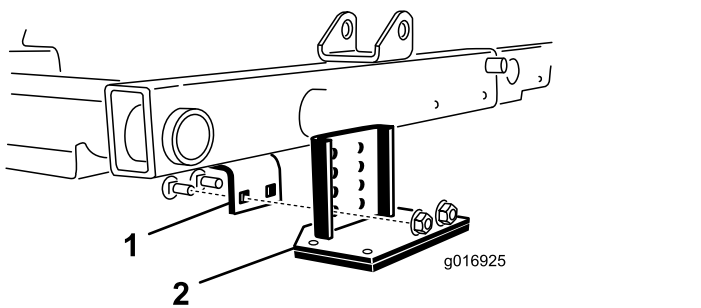

Figura 40
2. Localize o suporte da estrutura acima da unidade de corte central (Figura 40).
3. Enquanto pressiona a roldana dianteira da unidade de corte central para baixo, identifique quais orifícios do suporte basculante se alinham com os orifícios do suporte da estrutura para obter o mesmo contato com a roldana quando o suporte basculante for instalado (Figura 40).
4. Abaixar as unidades de corte e instalar o suporte basculante na estrutura com os 2 parafusos franceses e 2 porcas fornecidas com o kit (Figura 40).